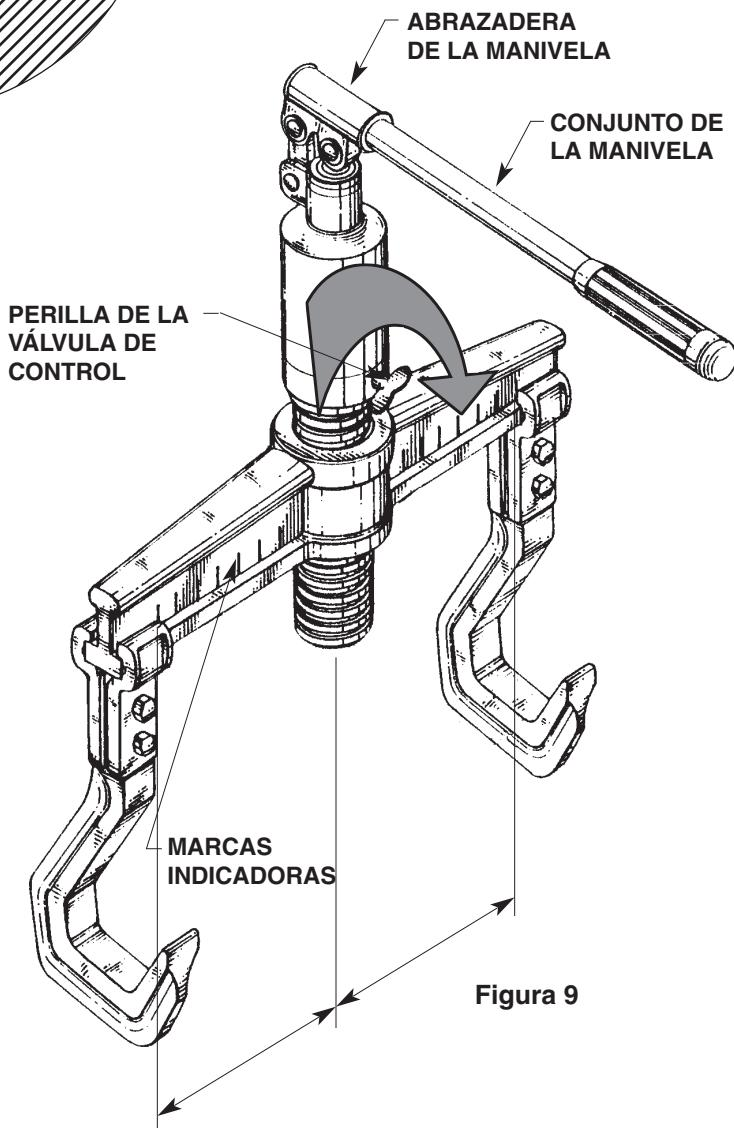

Figura 9
- Coloque los brazos de la herramienta enderezadora a la misma distancia del centro del cuerpo del extractor usando las marcas que se encuentran en el cuerpo de la herramienta enderezadora. Consulte la figura 9.
- Coloque el conjunto de la manivela en la abrazadera. Consulte la figura 9.
- Coloque el extractor y la herramienta sobre la barra o barra cilíndrica que se va a enderezar. Gire completamente la perilla de la válvula de control en el sentido de las agujas del reloj para avanzar el pistón. Consulte la figura 9.